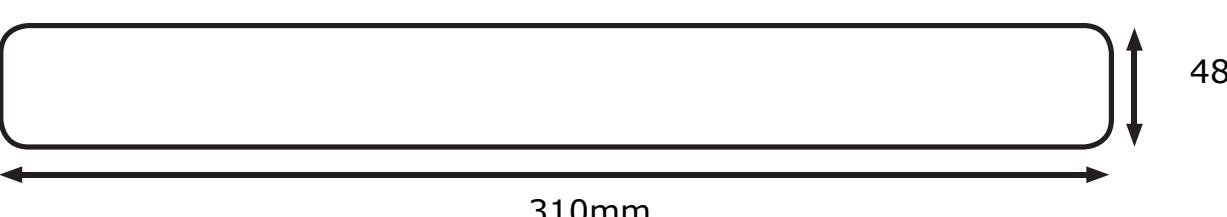

FIG1
- Tagliare un'apertura adeguata nel soffitto secondo i dettagli di ritaglio in Fig 1 assicurandosi che non violi con cavi elettrici, tubi dell'acqua / gas o travetti del soffitto.